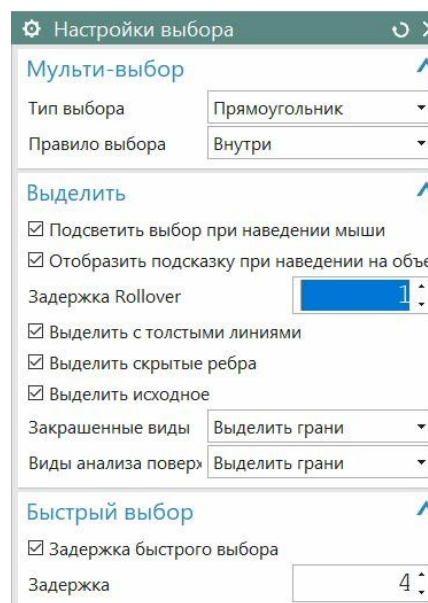

рис.36
- Можно менять время задержки, после которого появляются эти три белые точки уточнения. Для этого нужно в падающем меню *Настройки* выбрать команду **Выбор**, и появится окно рис.36. В этом окне, посередине, обратите внимание на поле *Быстрый выбор*. Именно в нем и задаётся число секунд, через которое появятся три белые точки уточнения.